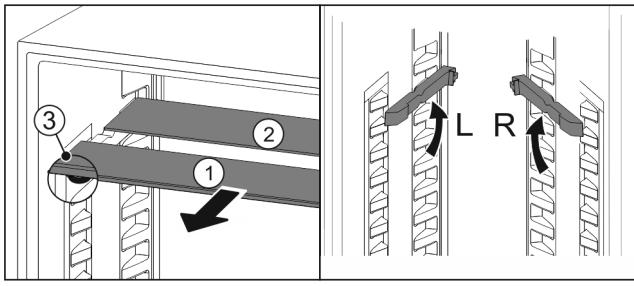

Fig. 120
- ▶ Vytiahnite sklené dosky jednotlivo dopredu Fig. 120 (1).
- ▷ Sklená doska Fig. 120 (1) s ozdobnou lištou leží vpred.
- ▷ Zarážky Fig. 120 (3) ukazujú nadol.